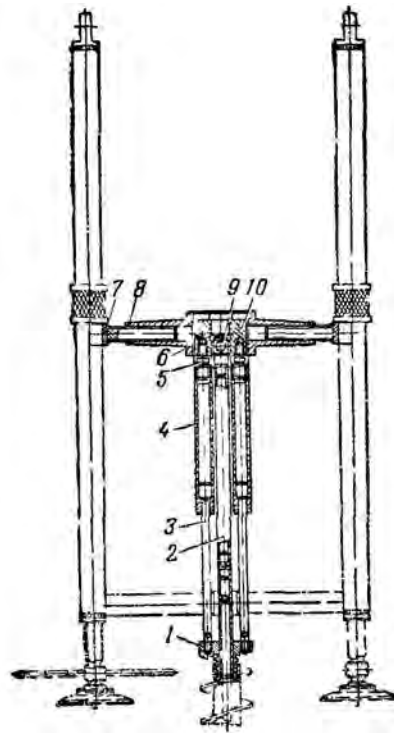

Рис. 33. Приспособление для обнажения фильтра:
**Приспособление для обнажения фильтра** (рис. 33) состоит из двух узлов – подвижного и неподвижного. Неподвижный узел состоит из траверсы 6, которая фиксируется с помощью выдвигаемых вилок 7 под опорными гайками откидной